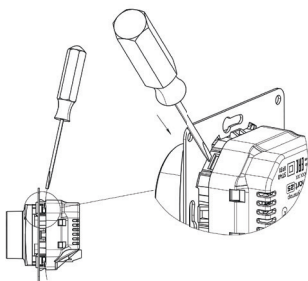

Abb. 4a / Fig. 4a / fig. 4a
1. Lösen Sie die vordere Abdeckung. Drücken Sie dazu vorsichtig mit einem dünnen Schlitzschraubendreher nacheinander auf die beiden Schnappverriegelungen an der Unterseite des Gehäuses und ziehen Sie die vordere Abdeckung vorsichtig in Ihre Richtung ab (Abbildung 4a).
1. Remove the front cover. For that, carefully press in turn, by thin slot screwdriver, the latches located on the lower side of the front cover, pulling it slightly out (Figure 4a).
1. Retirez le couvercle avant. Pour cela, appuyez délicatement à tour de rôle, à l'aide d'un tournevis à fente fine, sur les loquets situés sur la face inférieure du capot avant, en le tirant légèrement vers l'extérieur (figure 4a).